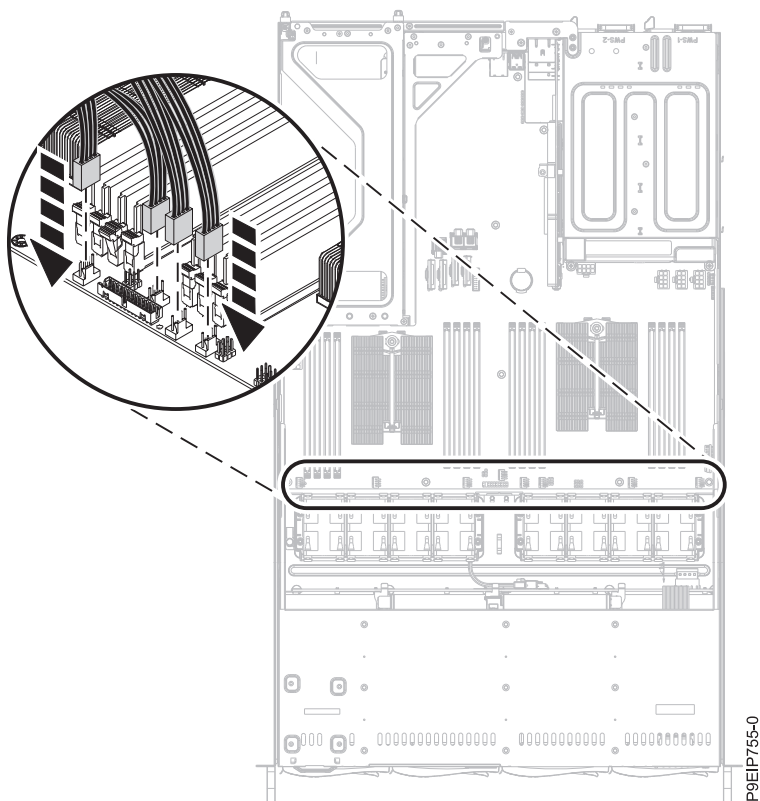

Figure 18. Connexion du câble du ventilateur
4. Connectez le câble de ventilateur au fond de panier système, comme indiqué dans la figure 18, à la page 24.